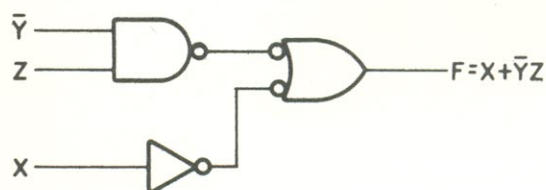

FIGURA 16-5
5. A redundância, nesse circuito, está na combinação em série dos inversores 2 e 3. Como já sabemos que dois inversores em série não alteram o sinal, eles podem ser eliminados. O circuito final aparece na figura 16-5.